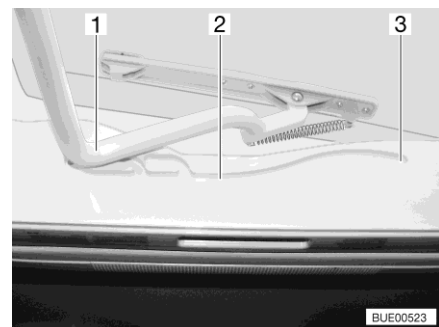

Bild 31 Führung (Kipp-Dachhaube)
- Den Bügel (Bild 31,1) in den Führungen (Bild 31,2) bis in die hinterste Position (Bild 31,3) ziehen.
- Den Bügel (Bild 31,1) mit beiden Händen leicht nach oben drücken.
- Den Bügel in den Führungen (Bild 31,2) bis zur gewünschten Stellung ziehen.